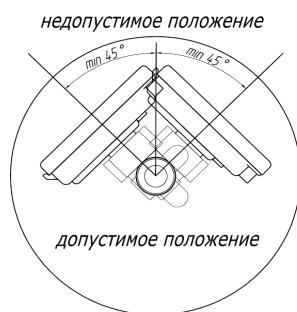

Рисунок 2
- расходомер Ду15-40 должен быть расположен относительно трубы под углом от 45° до 315° во избежание скопления воздуха в соответствии с рис.2;